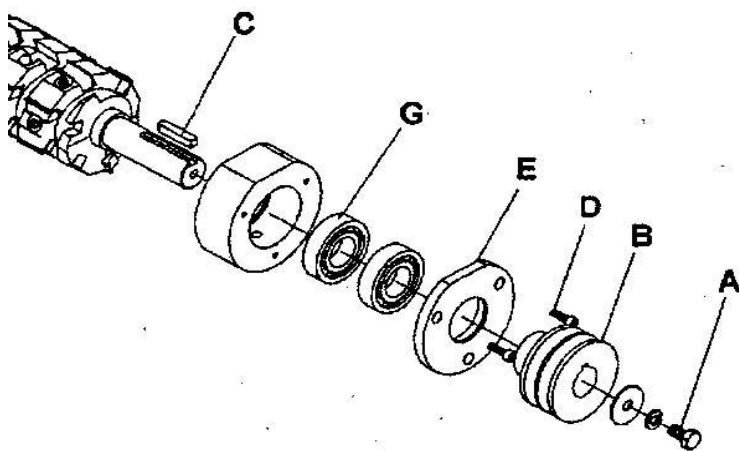

рис.26
7. Посмотрите на рисунок 26 после этого открутите винт крепления шкива, снимите шкив, удалите шпонку, удалите подшипники из тела опоры (при необходимости). Постарайтесь, чтобы данную работу выполняли квалифицированные специалисты, использовали специальный инструмент и съёмник.